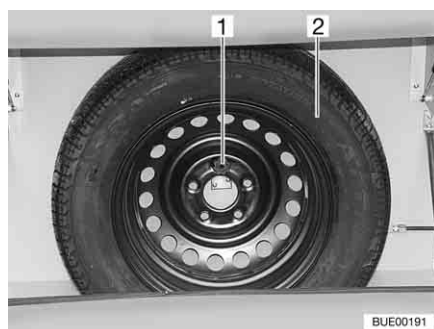

Fig. 233 Etrier de roue de secours
L'étrier de roue de secours est monté dans le coffre à gaz. La roue de secours (Fig. 233,2) est disponible moyennant supplément.
- Desserrer la vis (Fig. 233,1).
- Déposer la roue de secours (Fig. 233,2).